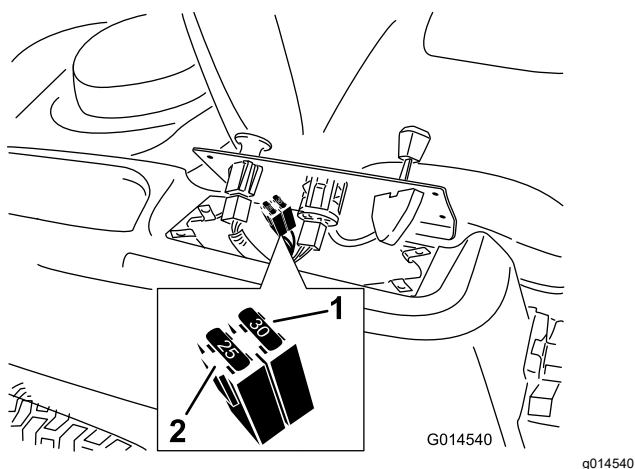

Figure 42
2. Soulevez le panneau de commande pour accéder au faisceau de câblage principal et au porte-fusibles (Figure 42).
3. Pour remplacer un fusible, tirez dessus pour l'enlever (Figure 42).